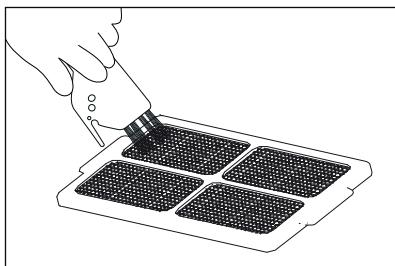

Fig. 11
- 5) Nettoyez le filtre-tamis avec la brosse de nettoyage ⑩ (voir fig. 11).